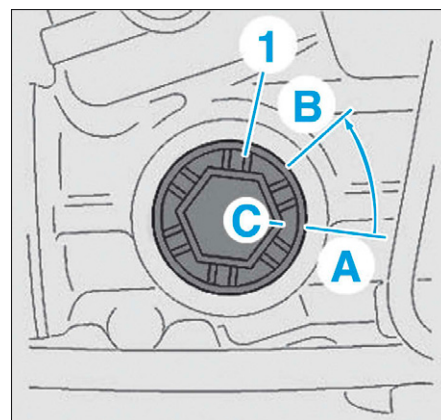

FIG. 30
- Appliquer une fine couche de graisse TOTAL N 3924 sur poussoir (4).
- Remplacer l'ensemble des pièces (1), (2), (3), (4) et (5) par des pièces neuves et les reposer en procédant dans l'ordre inverse des opérations de dépose.
- Serrer le bouchon (1) au couple de 1 ± 0,1 daN.m (Fig.30).
- Effectuer un repère (A) sur le boîtier de direction, en face d'un repère (C) du bouchon (1).
- Effectuer un repère (B) sur le boîtier de direction, à 60° du repère (A).
- Desserrer le bouchon (1), jusqu'à l'alignement des repères (B) et (C).